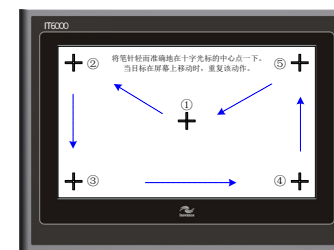

图6 校准操作过程示意图
- ◆ 进入校准模式后，屏幕中间出现一个“+”（如图6所示）。